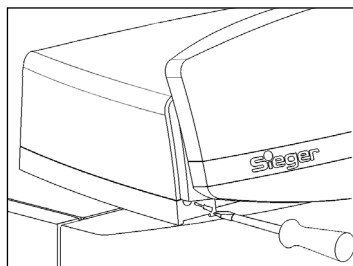

Abb. 1
- Frontdeckel des Schaltfeldes öffnen (Abb.1)